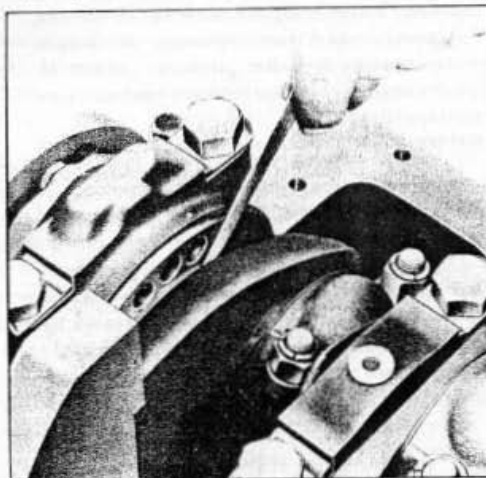

Fig. 28 = Vérification du jeu terminal du vilebrequin
les rondelles de butées, à l'aide d'un calibre d'épaisseur (Fig. 28). Mesurer le jeu symétrique par rapport à la manivelle, en poussant le vilebrequin à fond vers l'arrière.
8. Pousser à fond le vilebrequin et vérifier le jeu terminal, (Fig. 28), ce jeu devant se trouver dans les limites spécifiées. Si les normes indiquées ne sont pas respectées, remplacer les rondelles de butée.